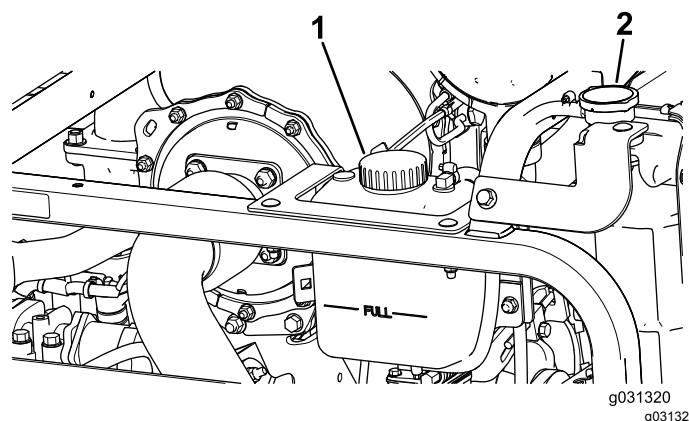

図 106
1. ラジエーターと補助タンクのふたを注意深く開ける 図 106。
2. ラジエーター内部の液量を点検する 図 106。